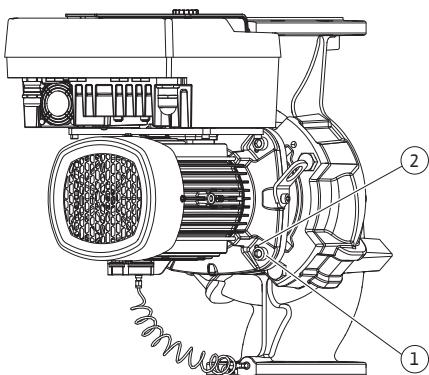

Fig. 10: Istiskivanje utičnoga kompleta putem provrta s navojem
6. Istisnite utični komplet (vidi Fig. 4) s kućišta pumpe. Za to upotrijebite dva provrta s navojem (vidi Fig. 10). Za odvajanje dosjeda u provrte s navojem uvrnite vijke M10 prikladne duljine.